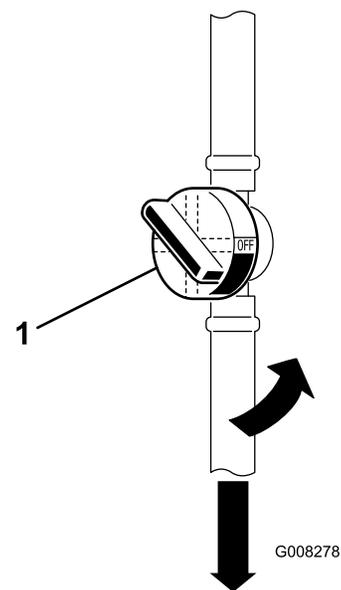

Figure 29
7. Pincez les extrémités des colliers et faites glisser ceux-ci pour les éloigner du filtre usagé (Figure 29).
6. Fermez le robinet d'arrivée de carburant (Figure 29).